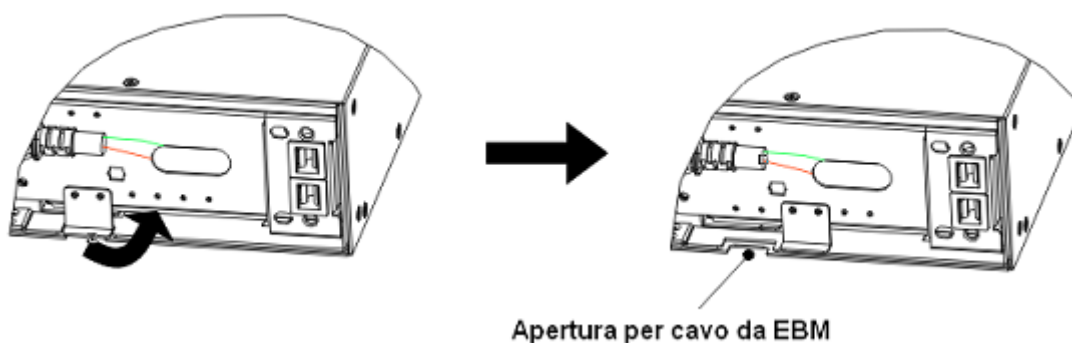

Figura 11 Rimozione blocco passaggio cavi batterie
- Rimuovere il blocco relativo al passaggio dei cavi batterie dell'UPS (Figura 11)